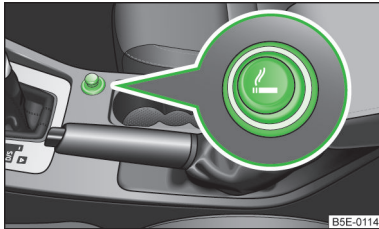

Abb. 65
- Den Anzünderknopf des Zigarettenanzünder hineindrücken » Abb. 65.